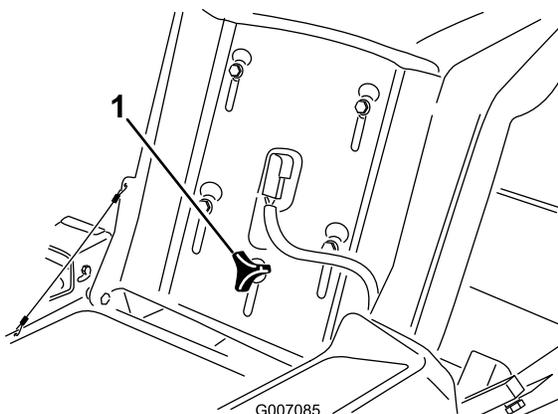

Figure 17
1. Soulevez le siège et desserrez le bouton de réglage jusqu'à ce que vous puissiez déplacer le siège (Figure 17).